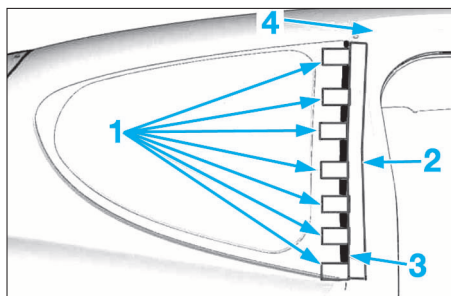

FIG. 72
- Ecarter le joint (3) à l'aide de ruban adhésif (1) (Fig.72).